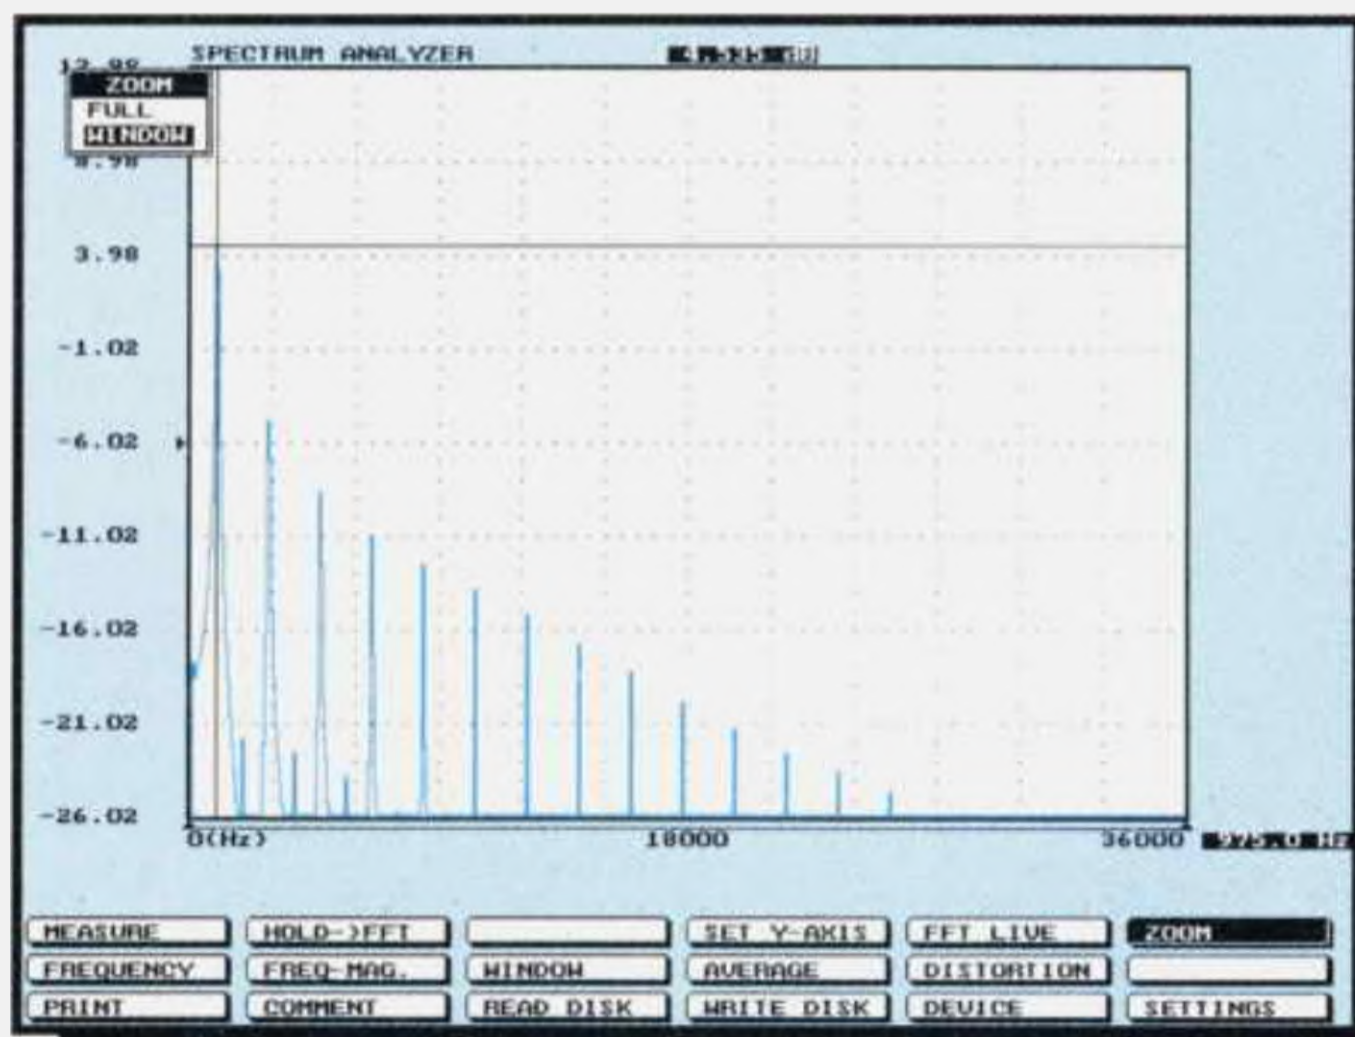

Fig.9 Se volete ingrandire delle tracce vi conviene andare alla casella **Zoom**, premete Enter e nella finestra che vi apparirà selezionare la funzione **Window**.
- Nella finestra che apparirà (vedi fig.9) portate il cursore sulla riga **WINDOW** e premete Enter.
Per **togliere** la funzione **zoom** occorre ritornare alle finestre di fig.9 e spostare il cursore dalla riga **WINDOW** alla riga **FULL** e premere Enter.
Fig.11 Premendo Enter l'area contornata nella fig.10 apparirà sul monitor ingrandita. Per togliere la funzione Zoom spostate il cursore da Window a Full (vedi fig.9).